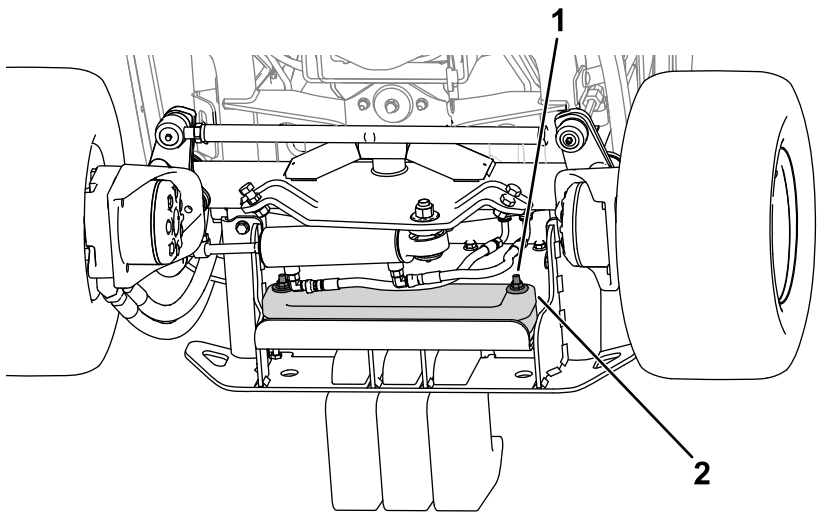

Figura 18
- 2. Utilice las fijaciones para sujetar los pesos al parachoques (Figura 18).